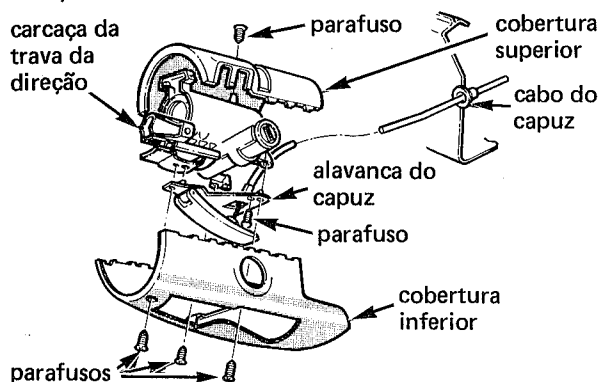

fig. 19
4. Remover o parafuso de fixação da cobertura superior da coluna, retirando-a, a seguir (fig. 19)